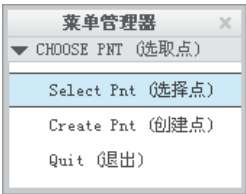
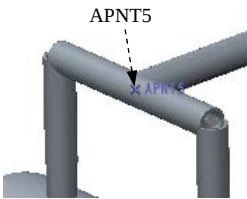
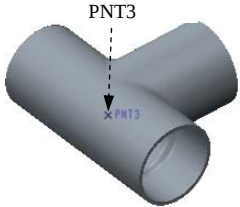

图 16.3.12 “选取点”菜单管理器
图 16.3.13 选取位置点
图 16.3.14 选取匹配点
Step2. 在系统弹出的“选取点”菜单管理器中选择 **Select Pnt (选择点)** 命令，如图 16.3.12 所示，在模型中选取图 16.3.13 所示的 APNT5 为插入位置点，然后再活动元件窗口中选取图 16.3.14 所示的 PNT3 为匹配点。